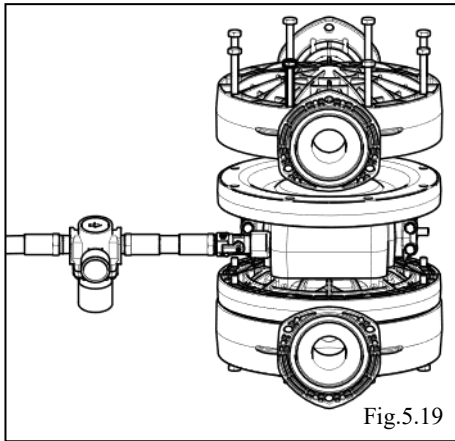

Fig.5.19
- 隔膜和空气室之间的空隙消失之后，在供气状态下安装另一侧外壳。〈Fig.5.19〉